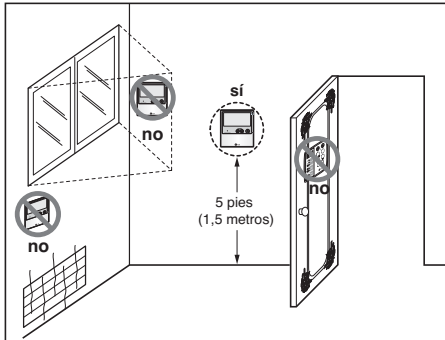

Fig.1 Ubicaciones típicas para el control remoto
- Este control remoto está equipado con una pantalla LED de siete campos. Para una mejor visualización del LED del control remoto, el control remoto debería instalarse correctamente como aparece en la Fig. 1. (La altura estándar es de 1,2-1,5 m sobre el nivel del suelo).